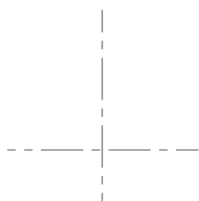

图 3.17.2 绘制中心线
Step1. 绘制图 3.17.2 所示的两条中心线。
(1) 选择命令。选择下拉菜单 **绘图(C)** → **线(L)** → **绘制任意线(E)...** 命令，系统弹出“直线”工具栏。
(2) 绘制竖直中心线。分别在“自动抓点”工具栏的 文本框、 文本框和 文本框中输入值 0、-56 和 0，并分别按 Enter 键确认；在“直线”工具栏的 文本框中输入值 212，按 Enter 键确认；在 文本框中输入值 90，按 Enter 键确认。